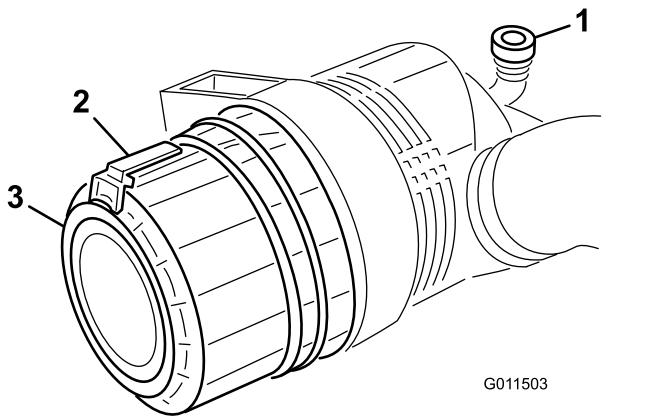

Bild 49
1. Ziehen Sie den Riegel nach außen und drehen Sie die Luftfilterabdeckung nach links (Bild 49).